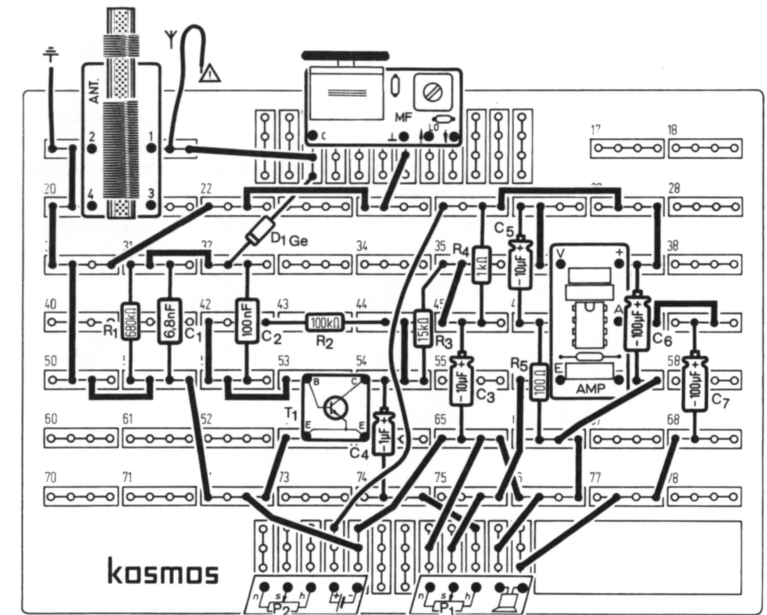

Bild 193. Aufbau zu Schaltung 192.
Nicht nur, daß unser Radio sehr leise spielt, nein, vor allem wollen wir mehr Sender hören. Dazu ist es notwendig, auch die ganz schwachen bis jetzt unhörbaren Signale zu verstärken. Die meiste Erfahrung haben wir mit Niederfrequenzverstärkern. Deshalb benutzen wir wieder unsere Standardschaltung, um die demodulierte AF(NF) zu verstärken (Bild 193). Die Verbesserung ist gewaltig, aber es läßt uns nicht ruhen: Das Bessere ist bekanntlich der Feind des Guten.